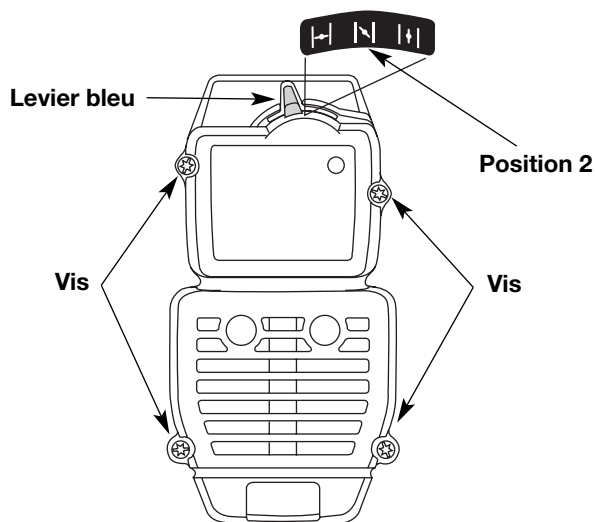

Fig. 23
2. Retirez les quatre (4) vis retenant le couvercle du filtre à air/silencieux (Fig. 23). Servez-vous d'un tournevis à mèche no. 20 Torx.
2. Insérez les quatre vis dans les trous du couvercle (Fig. 23) et vissez. Évitez de trop serrer.